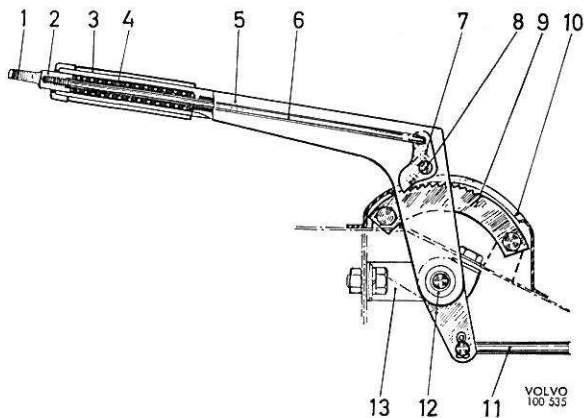

Figure 112. Levier de frein à main P 120
2. Enlever la goupille fendue et étirer les câbles de manière à pouvoir séparer la tige de commande (11, fig. 112) du levier de commande. Démontez le support (13).
5. Enlever la vis d'arrêt et démonter l'étrier (1, figure 112) et le bouton (2). Retirer le ressort (4) du levier. Faire sauter le rivet (8) et sortir la tige-poussoir (6) et le cliquet de blocage (7).
6. Monter les pièces neuves dans l'ordre inverse, voir figure 112. Veillez à ce que le rivet soit bien fixé, sans toutefois gêner le mouvement du cliquet de blocage. Mettre une mince couche de graisse à roulements aux bagues. Ne pas oublier de verrouiller la tige de commande et veiller à ce que le joint caoutchouc de l'axe soit bien étanche.